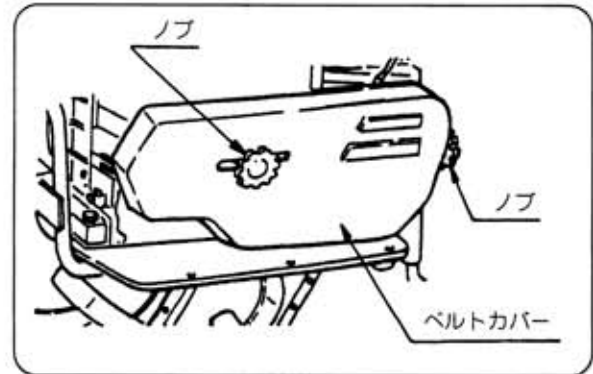

図35
- ベルトカバーのノブを緩め、ベルトカバーを外します。(図35)
- ベルトカバーを取付けてノブを確実に締付けてください。(図35)